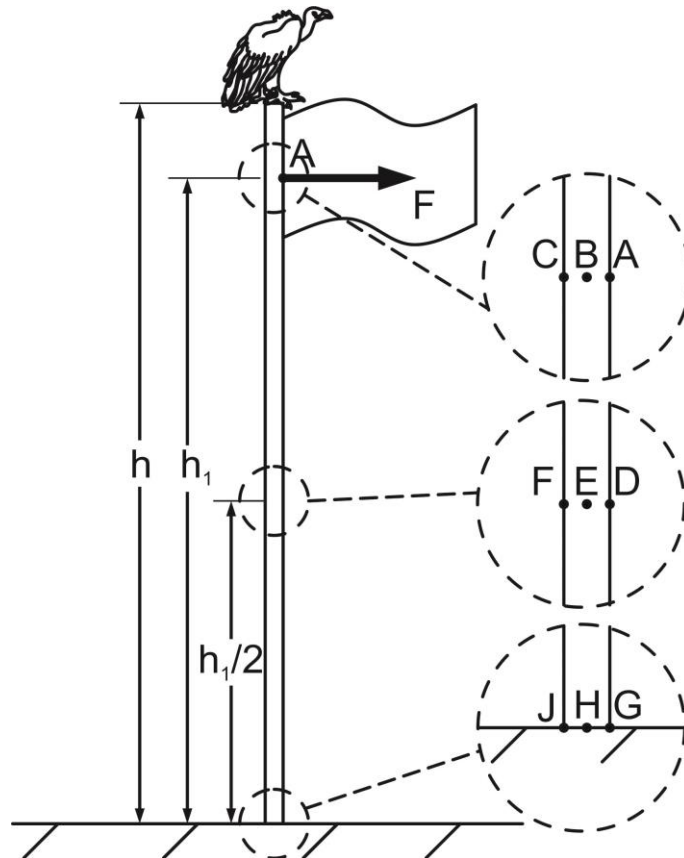

Abbildung 1.2: Fahnenmast
- b) Am Fahnenmast wird eine Flagge gehisst (der Geier bleibt weiterhin auf dem Mast sitzen). Die durch die Fahne hervorgerufene Belastung darf durch eine horizontale Einzelkraft  $F$ , welche im Punkt A in einer Höhe von  $h_1 = 5,5\text{m}$  angreift, ersetzt werden (siehe Abbildung 1.2). Geben Sie den Kennbuchstaben (A bis J) für den Punkt an, an welchem der Mast bei entsprechender Belastung zu fließen beginnt. Wie groß darf die Fahnenkraft  $F$  maximal werden, damit gerade kein Fließen im Mast auftritt?